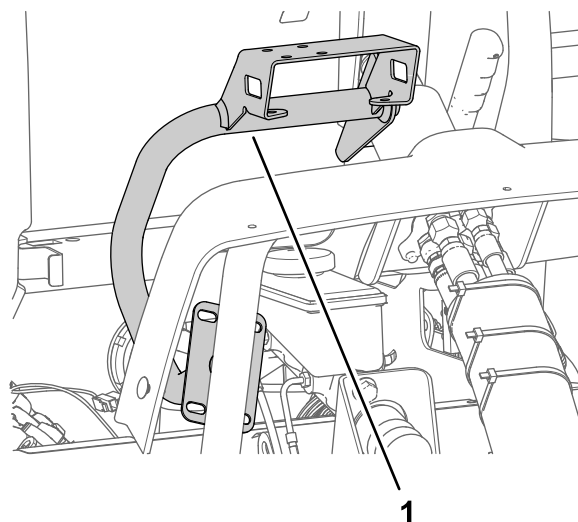

Figure 160
1. Placez le support du moniteur sur la machine comme montré à la Figure 160.